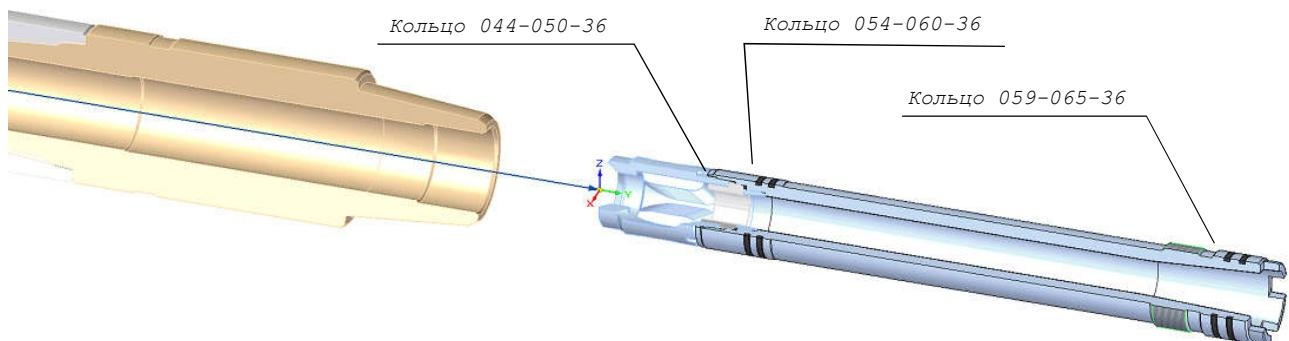

Рисунок 10.2.6
- установите держатель диафрагмы в сборе в корпус (рисунок 10.2.6), затянув до упора, при этом верхняя втулка ГИБ упрётся в гайку верхнего центратора;